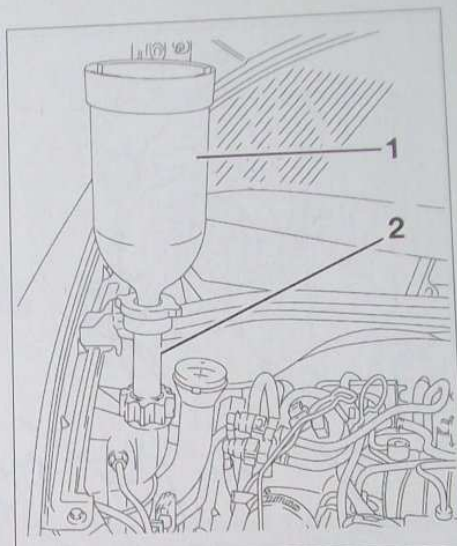

FIG.22
- Placer un appareil de remplissage par gravité (1) (réf. 4520-T) avec son adaptateur (2) (réf. 4222-T) à la place du bouchon du vase d'expansion (Fig.22).